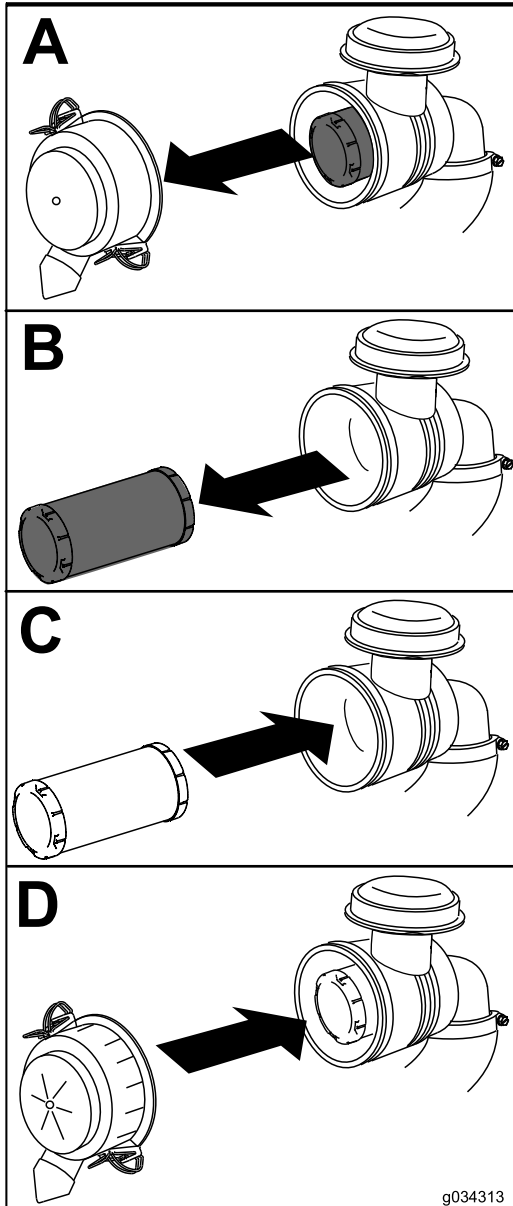

Figura 39
1. Extraiga con cuidado el filtro de aire del cuerpo del limpiador de aire (Figura 39).
4. Instale la tapa del limpiador de aire con el lado marcado "UP" hacia arriba, y fije los cierres (Figura 39).